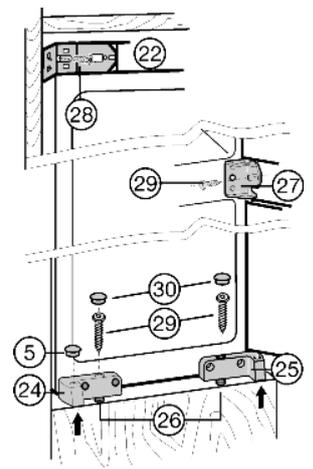

Fig. 15
- ▶ Закрепите устройство сверху: Прижмите устройство к мебельной стенке и закрутите винт для стружечной плиты *Fig. 15 (28)* через крепежный уголок *Fig. 15 (22)*.
- ▶ Зафиксируйте устройство посередине: с помощью крепежного винта *Fig. 15 (27)* и винта для стружечной плиты *Fig. 15 (29)*.
- ▶ Закрепите устройство снизу: при помощи винтов для стружечной плиты *Fig. 15 (29)* через регулировочные винты *Fig. 15 (26)* в кронштейне *Fig. 15 (24)* и кронштейне *Fig. 15 (25)*.